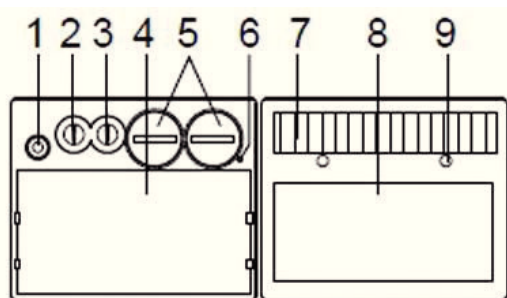

Рис. 2
4.2 Общий вид элементов светофильтра представлен на рис. 2
5.4 Степень светлого состояния светофильтра составляет 4 DIN. Регулятором (рис.2 поз.2) можно настроить время изменения в светлое состояние из тёмного состояния в диапазоне 0,1-1,0 секунды в зависимости от потребности.
7.3 Если маска не использовалась в течение длительного времени следует обратить большое внимание на чистоту датчиков электродуги (рис. 2 поз.9). При необходимости очистите их от пыли.
Установите с помощью регулятора необходимое значение степени затемнения, затем нажмите на кнопку тестового затемнения (рис.2 поз.1). Светофильтр должен потемнеть и автоматически вернуться в светлое состояние.